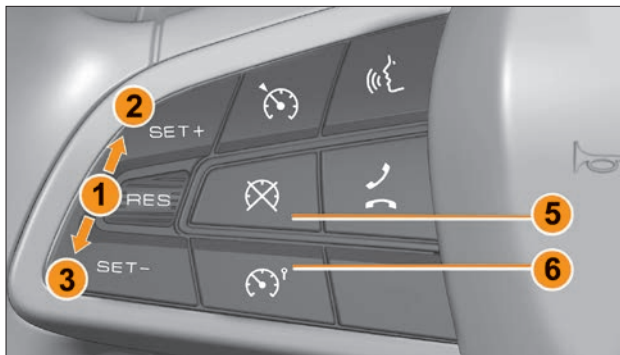

Рис. 5.12.2. Кнопки управления функцией «Ограничитель скорости»
**Органы управления функции «Ограничитель скорости»** расположены на дополнительном блоке управления рулевого колеса (рис. 5.12.2):